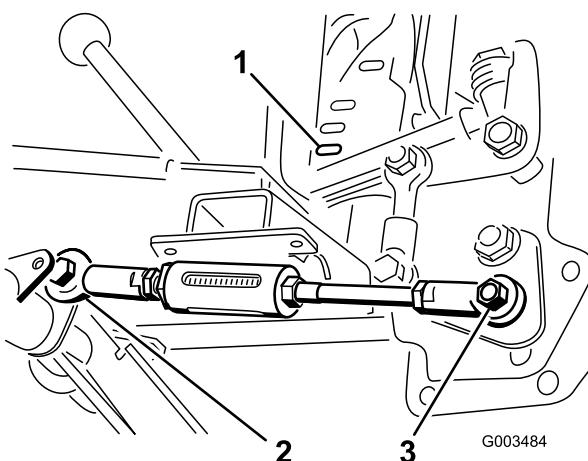

Рисунок 8
6. Двигайте рукоятку подъема, пока отверстие в шаровой опоре не совместится с отверстием на правой стороне рычага регулируемой тяги на шарнирной трубе, и прикрепите тягу к рычагу болтом ($\frac{1}{2} \times 1\frac{1}{2}$ дюйма) и контргайкой ($\frac{1}{2}$ дюйма) как показано на Рисунок 8.